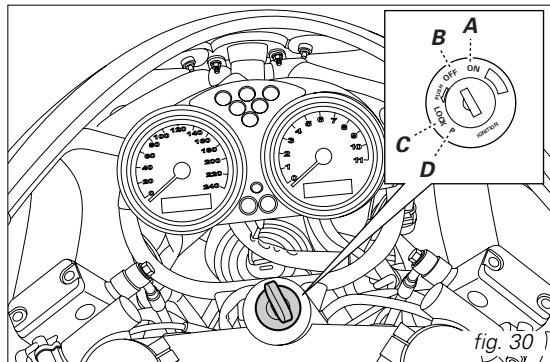

fig. 30
1) Spostare l'interruttore d'accensione sulla posizione **ON** (fig. 30). Verificare che la spia verde **N** e quella rossa  sul cruscotto risultino accese.